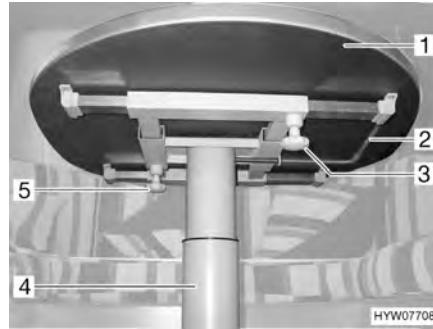

Fig. 77 Table à hauteur réglable
- Desserrer la vis moletée (Fig. 77,5).
- Pousser le plateau (Fig. 77,1) dans la position désirée.
- Desserrer la vis moletée (Fig. 77,3).
- Faire pivoter le levier (Fig. 77,2) situé sous le plateau de table (Fig. 77,1) de 180° vers la gauche. Le mécanisme de réglage de hauteur se trouvant dans le pied de table (Fig. 77,4) est déverrouillé.
- Faire pivoter le levier (Fig. 77,2) situé sous le plateau de table (Fig. 77,1) de 180° vers la gauche. Le plateau de table s'élève alors automatiquement jusqu'à la butée de fin de course.